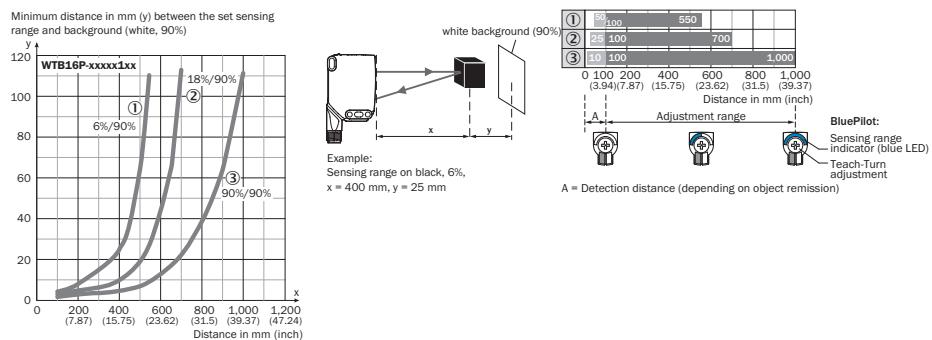

Figura 51: Linea caratteristica 1, WTB16P-xxxxx1xx,
La distanza minima (= y) per la soppressione di sfondo può essere determinata in base al diagramma [figura 51 ①] nel modo seguente: